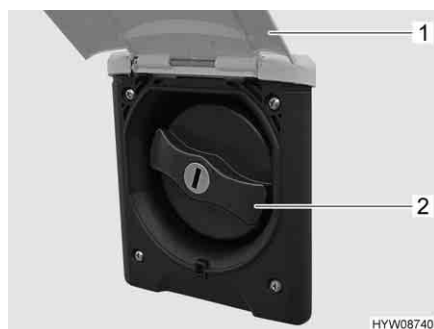

Fig. 166 Coperchio per bocchettone di riempimento dell'acqua potabile
- Sollevare lo sportello esterno (Fig. 166,1).
- Ruotare il coperchio blu (Fig. 166,2) di un quarto di giro.